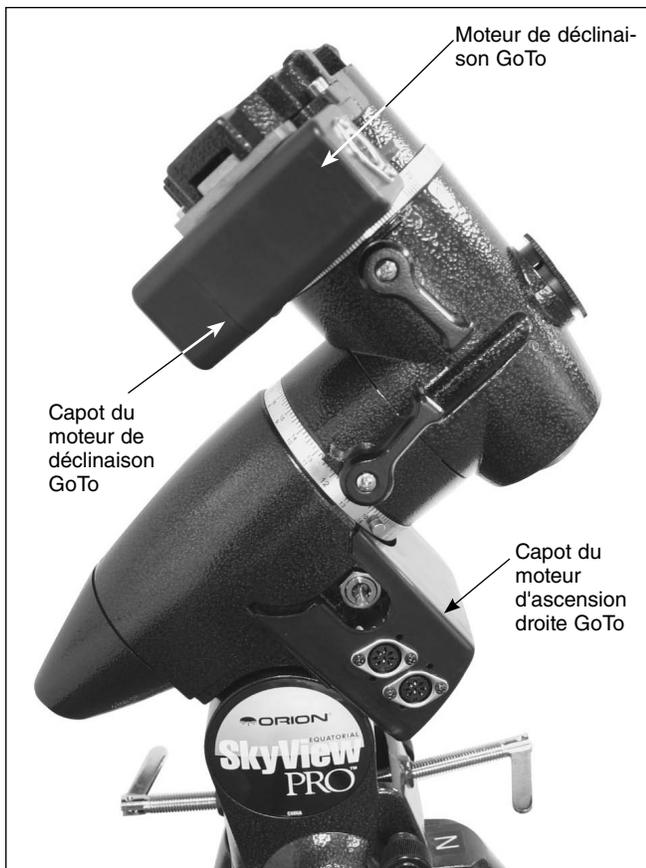

Figure 13. Moteurs GoTo installés
- Une fois que l'engrenage et le moteur de déclinaison GoTo ont été installés et que les engrenages s'emboîtent correctement, vous pouvez installer et fixer le capot du moteur de déclinaison GoTo avec les deux vis cruciformes de 8 mm. Une fois que vous avez installé le moteur de déclinaison GoTo et le capot, votre monture devrait ressembler à la **Figure 13**.